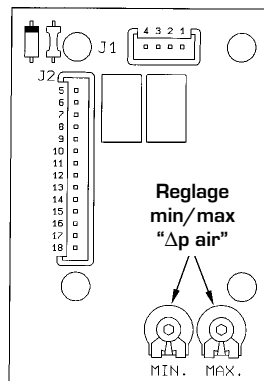

Figure 3
Pour protéger le canal des fumées en polypropylène, la chaudière est fournie avec le thermostat des fumées installé (11 fig. 3).
2) Rechercher les valeurs de "Δp air max" indiquées dans le tableau, en agissant sur le trimmer "MAX" de la carte du ventilateur (Figure 3).
4) Rechercher les valeurs de "Δp air min" indiqués dans le tableau, en agissant sur le trimmer "MIN" de la carte ventilateur (Figure 3).